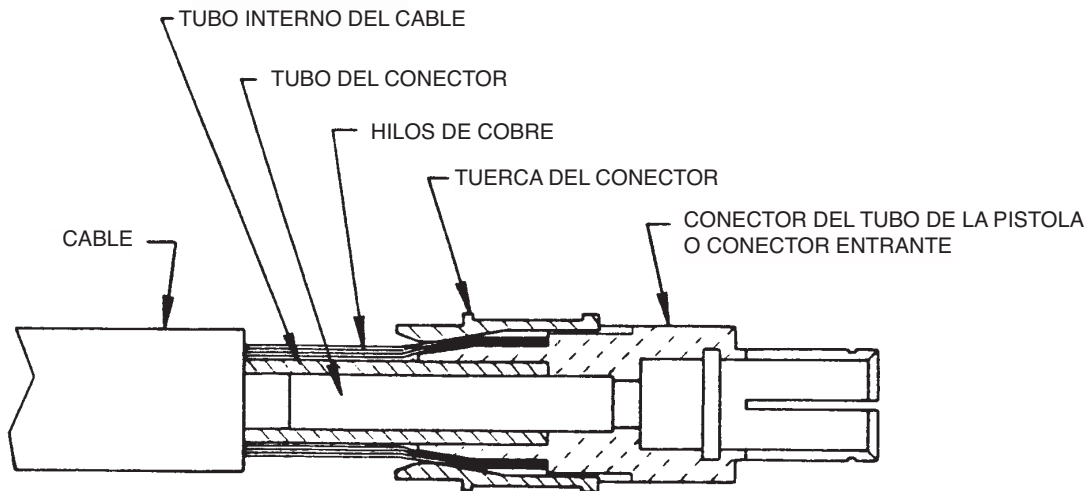

FIGURA D.2
- g. Revise que la funda del cable y ambas mitades del anclaje estén en el cable. Deslice la tuerca del conector sobre los hilos de cobre con el extremo roscado hacia afuera. Oriente el conector de tubo de pistola en tal forma que la parte plana terminada a máquina quede del mismo lado del cable que los cables de control rojo y blanco. Ensamble el conector de tubo de pistola al cable forzando el tubo de acero del conector en el diámetro interno del tubo interno del cable hasta que los hilos de cobre se empalmen con el borde del conector de tubo de pistola. Manteniendo los hilos de cobre contra el borde, jale la tuerca del conector sobre los hilos de cobre, inserte los hilos del conector del tubo de pistola y apriete bien. Consulte la Figura D.2.
- Revise que la funda y manija del cable estén en el mismo. Deslice la tuerca del conector sobre los hilos de cobre con el extremo roscado hacia afuera. Ensamble el conector de entrada al cable forzando el tubo de acero del conector en el diámetro interno del tubo interno del cable hasta que los hilos de cobre se empalmen con el borde del conector de entrada. Manteniendo los hilos de cobre contra el borde, jale la tuerca del conector sobre los hilos de cobre, inserte los hilos del conector de entrada y apriete bien. Consulte la Figura D.2.